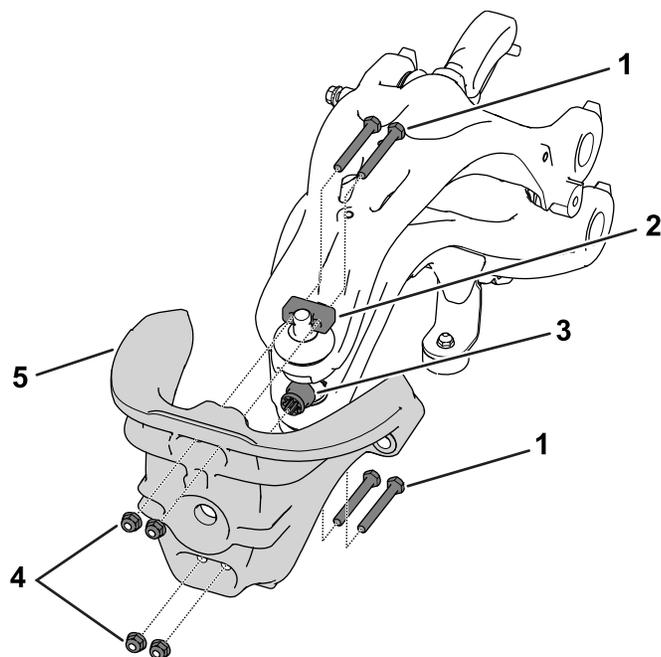

Figura 3
3. Retire los pernos de cabeza hexagonal (5/16" x 2 1/2"), las tuercas (5/16") y las abrazaderas que fijan el cardán de dirección a la suspensión (Figura 3).
4. Retire el anillo acanalado de plástico del cardán de dirección (Figura 3).
6. Utilice las fijaciones que retiró en el paso 3 para instalar el cardán de dirección en la suspensión (Figura 3).